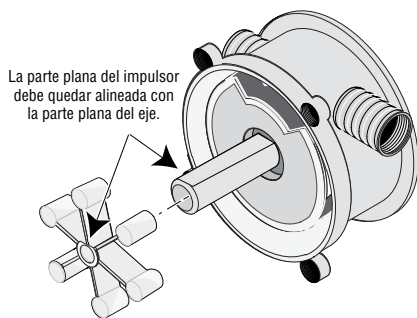

Figura 6 – Asegúrese de que la parte plana del impulsor quede alineada con la parte plana del eje.
8. Instale el nuevo impulsor. Asegúrese de que la parte plana del impulsor quede alineada con la parte plana del eje. Consulte la figura 6.